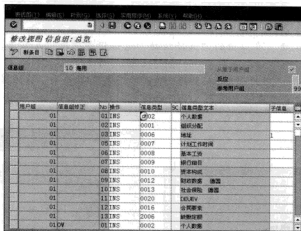

图 6-30 “修改视图信息组：总览”界面
STEP 3 在弹出的“修改视图 信息组：总览”界面中，可以单击“**新条目**”按钮为要定义的“信息组”新增“信息类型”，同时也可以选择某条“信息组”，然后进行“信息类型”的修改、删除、复制等操作，如图 6-30 所示。在此界面中，“信息类型”是对应不同的操作的，所以在设置“信息类型”时要选择对应的操作。